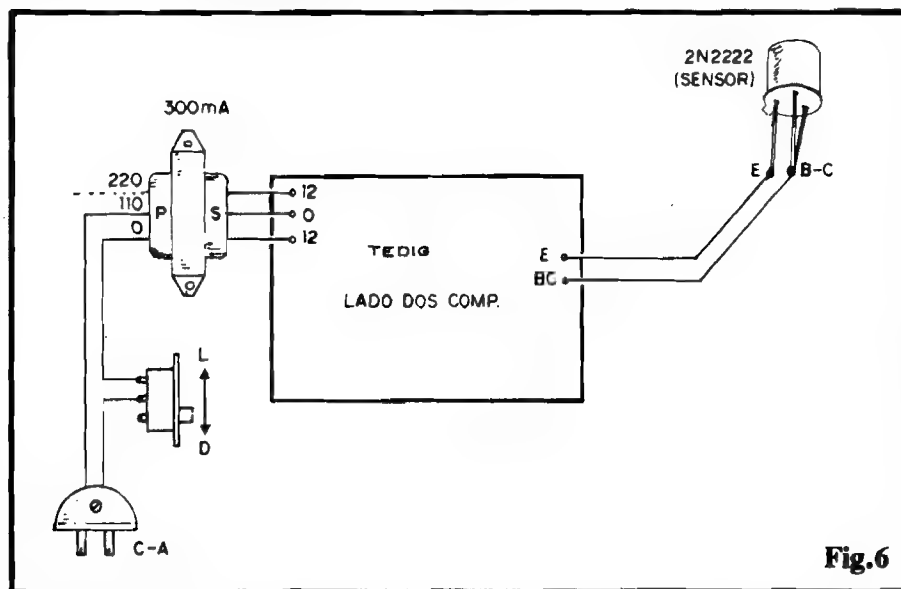

Fig.6
- **FIG. 6 - CONEXÕES EXTERNAS À PLACA** - Poucas e simples, são as ligações externas ao Impresso... Quanto ao sensor (transistor 2N2222), é bom lembrar que o **coletor** e a **base** do dito